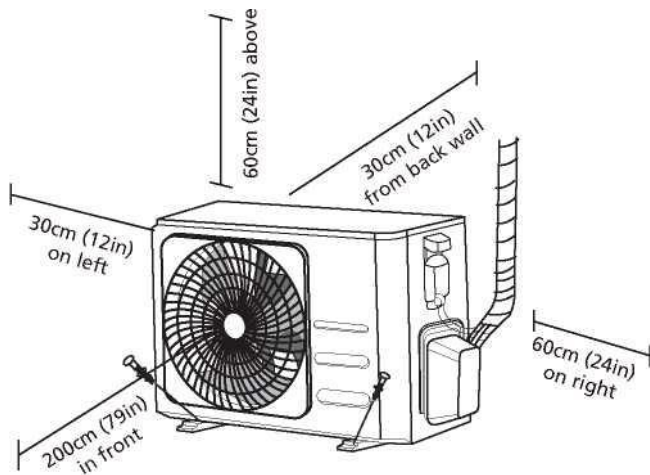

рис. 1.1
- Відповідає всім вимогам до простору, які відображені у Вимогах до простору при встановленні (рис. 1.1).